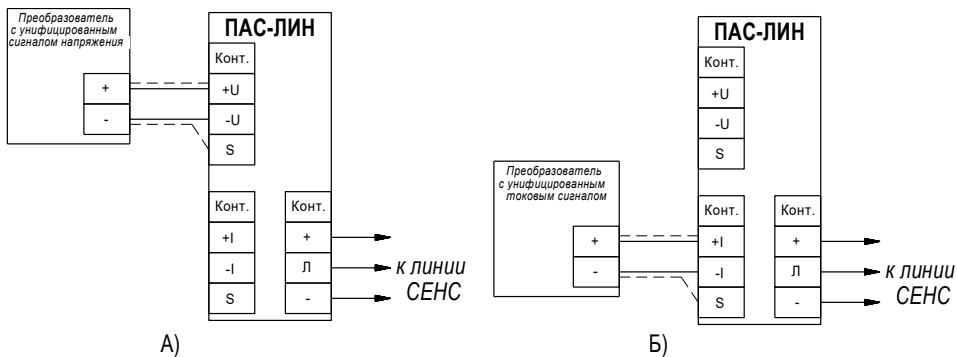

Рисунок 7
3.4.3 Подключить контактную группу «**ВХОДЫ**» преобразователя в соответствии с его настройками к источнику унифицированного сигнала тока (рисунок 7б) или напряжения (рисунок 7а).